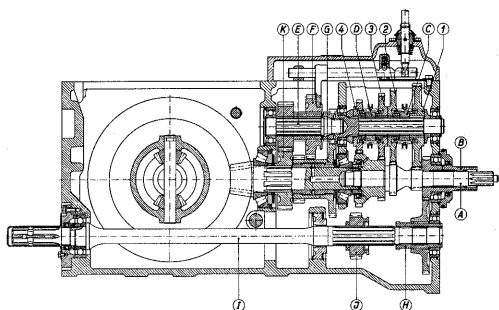

Fig. 24.
Motoren driver de på fig. 24 markerede aksler (A) og (B).